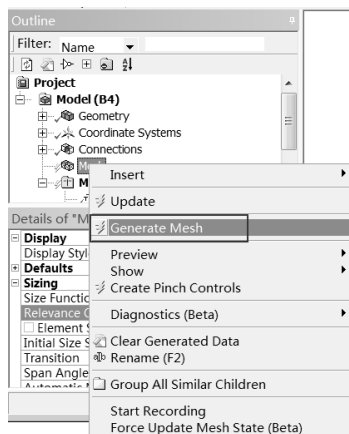
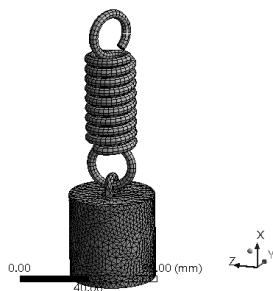

图 10-53 划分网格
图 10-54 网格效果
Step4 :在 Outline(分析树)中的 Mesh 选项右击,在弹出的快捷菜单中选择 Generate Mesh 命令(图 10-53),此时会弹出进度显示条,表示网格正在划分,当网格划分完成后,进度条自动消失。最终的网格效果如图 10-54 所示。